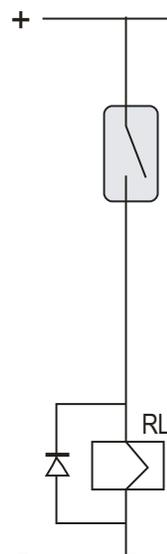

Figura 2.
- o En CC: conectar un diodo en paralelo a la bobina (figura 2)